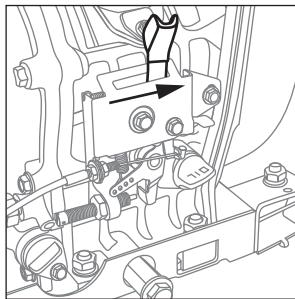

Рис. 8
- Переведите выключатель двигателя в положение «Работа» (рис. 8).